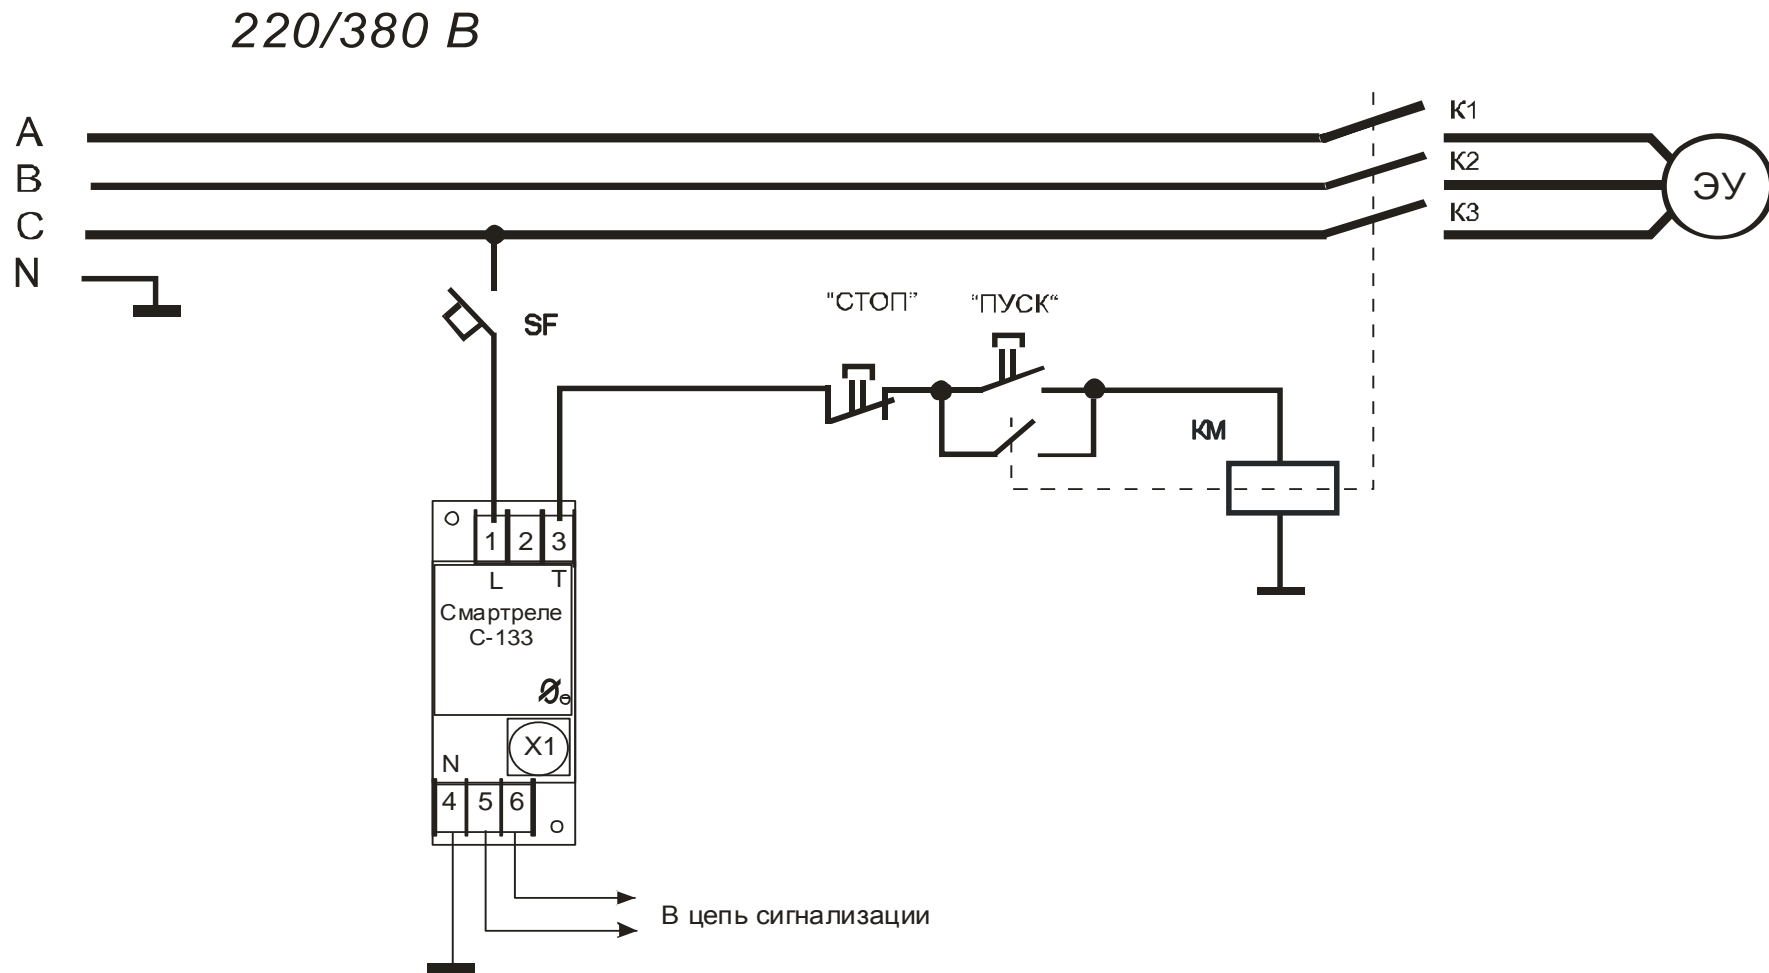

Рисунок 2 - схема включения СМАРТРЕЛЕ С-133 в цепь оперативного тока
7.2. Подключение реле производится в соответствии со схемой рис.2.